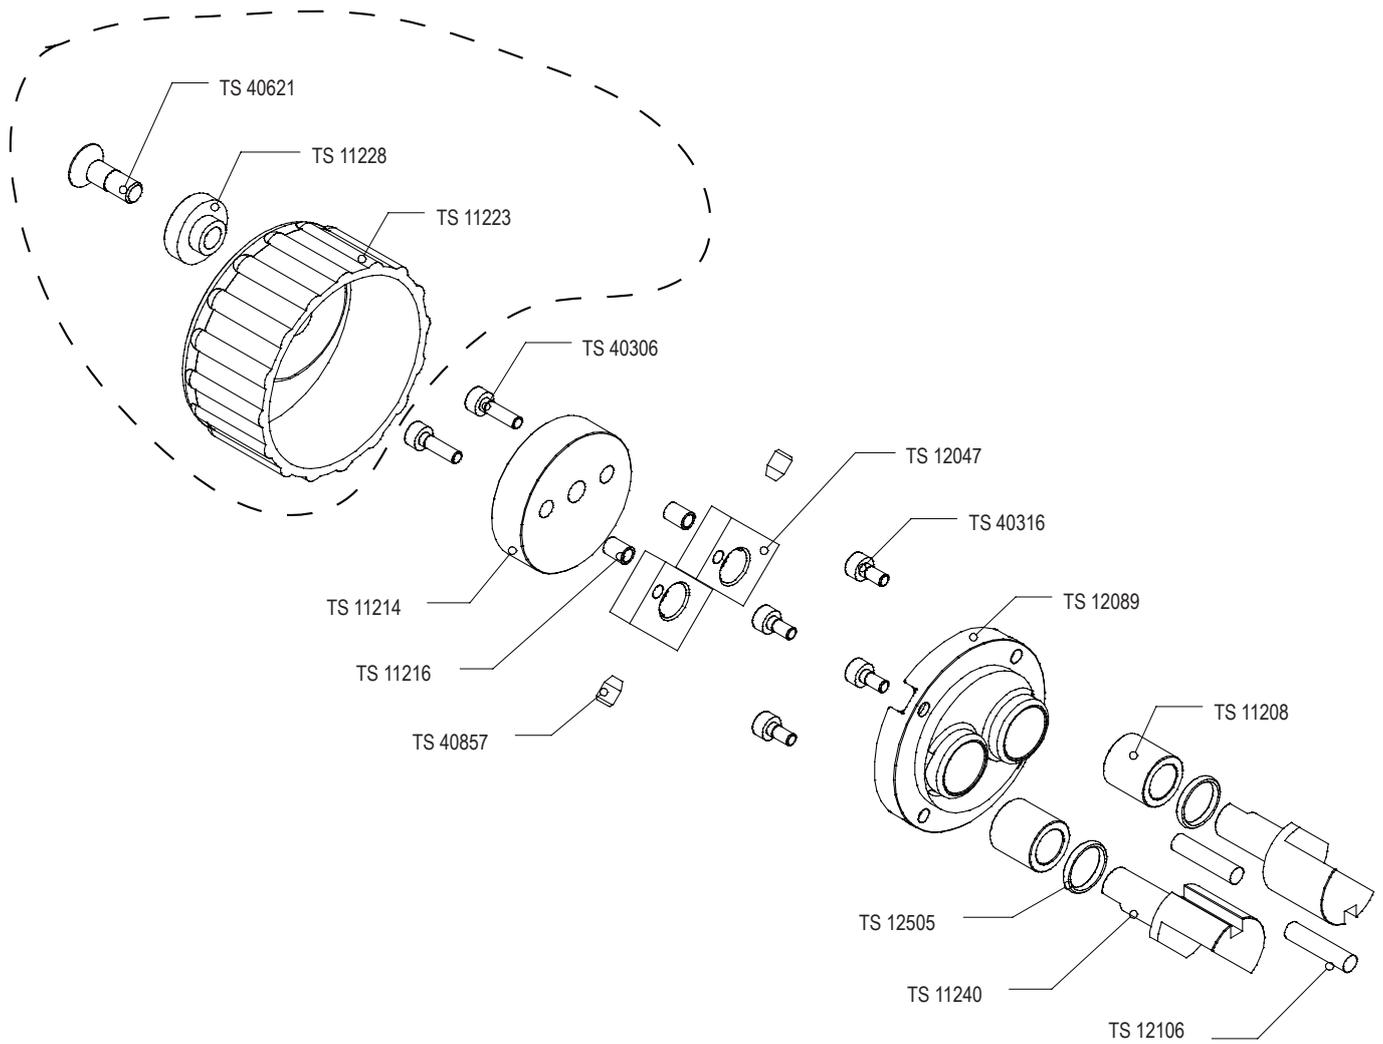

Рис. 13-6: устройство очистки ленты в сборе TS 10206, детали
- Рисунок 13-6: устройство очистки ленты в сборе TS 10206, детали